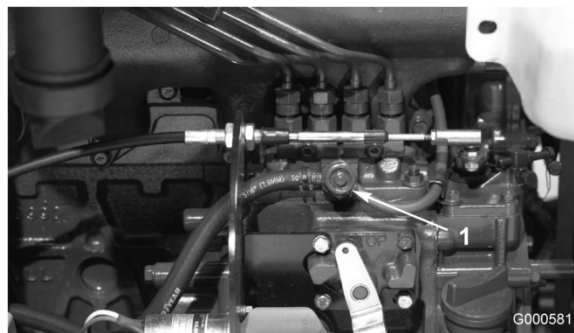

Figura 37
3. Abra el tornillo de purga de aire de la bomba de inyección de combustible (Figura 37).